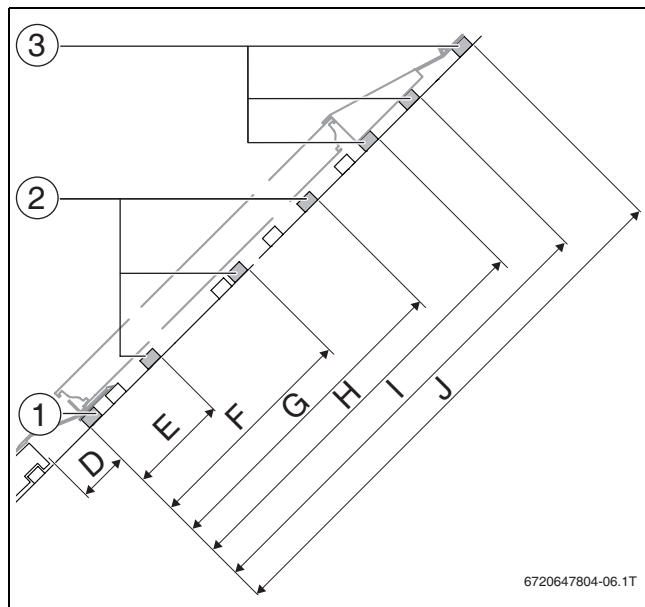

Bild 28
- ▶ Zusätzliche Dachlatte für Montagehalter (→ Bild 28 und 29, [1]) montieren.
Die genaue Ausrichtung der Dachlatte für Montagehalter (→ Bild 28 und 29, [1]) ist abhängig von der Ausrichtung der Eindeckung.
- ▶ Zusätzliche Dachlatten für Niederhalter (→ Bild 28 und 29, [2]) montieren.
- ▶ Zusätzliche Dachlatten für oberes Eindeckblech (→ Bild 28 und 29, [3]) montieren.